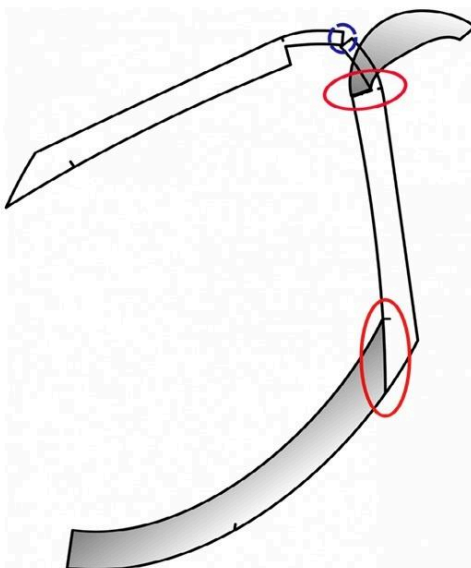

Рис. 2. Схема соединения подбортов и обтачек
19. Стачайте детали подбортов по средним срезам (Рис. 2 – синяя линия). Припуски швов разутюжьте.
20. Притачайте к подбортам обтачку горловины спинки и обтачку нижнего среза полочки (Рис. 2 – красные линии).